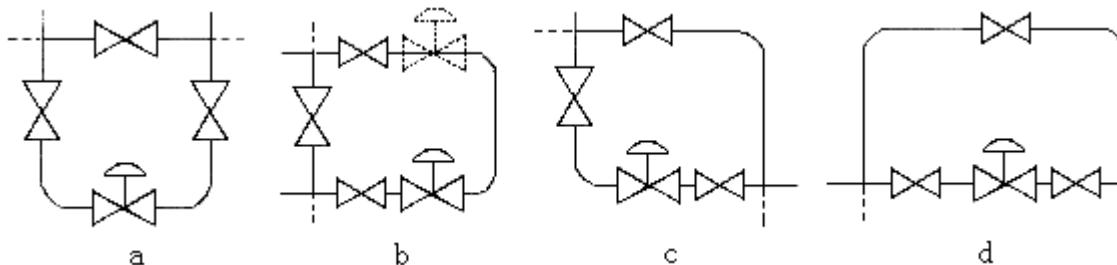

图8 调压阀组安装方案
(2) 安装时应注意
- ① 冷凝器必须高于调压阀的执行机构而低于阀后（阀后调压阀）或阀前（阀前调压阀）接管，以保证冷凝器内充满冷凝液。
②取压点应取在离调压阀适当的位置，阀前调压阀应大于2倍管道直径，阀后调压阀应大于6倍管道直径。
③为便于现场维修及操作，调压阀四周应留有适当空间，阀前后应设置截止阀与旁路手动阀，如图8所示。